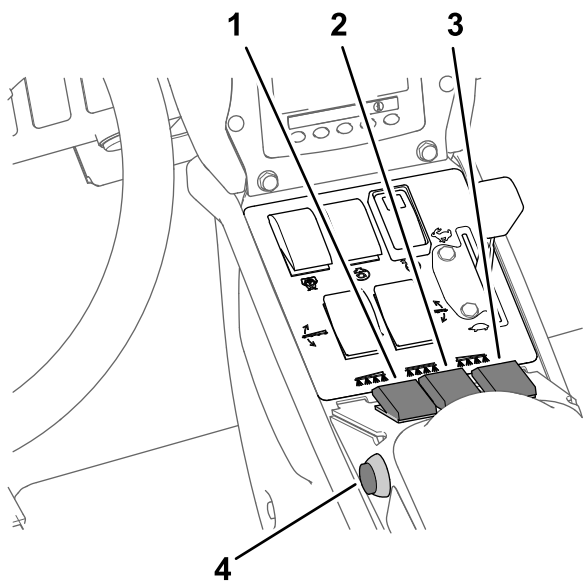

Figure 44
7. Placez le(s) interrupteur(s) de section de pulvérisation en position ACTIVÉE (Figure 44).
- Conduisez à la vitesse voulue puis réglez la commande générale des sections à la position ACTIVÉE pour commencer la pulvérisation (Figure 44).
- Placez la commande générale des sections à la position DÉACTIVÉE ; voir Figure 44 sous Pulvérisation en mode débit d'application (page 40).
7. Placez les interrupteurs des sections individuelles en position ACTIVÉE ; voir Figure 44 sous Pulvérisation en mode débit d'application (page 40).
9. Conduisez à la vitesse voulue puis réglez la commande générale à la position ACTIVÉE pour commencer la pulvérisation ; voir Figure 44 sous Pulvérisation en mode débit d'application (page 40).